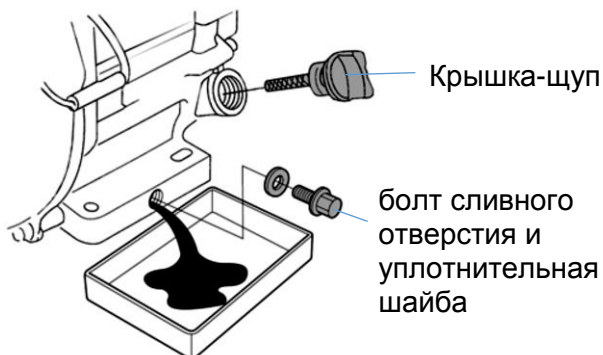

Рис. 19
1. Подготовьте емкость для слива отработанного масла и разместите ее под сливным болтом на картере двигателя. Отверните сливной винт для слива масла (см. рис. 19). Чтобы масло легче сливалось снимите крышку-щуп с горловины патрубка для заливки масла.